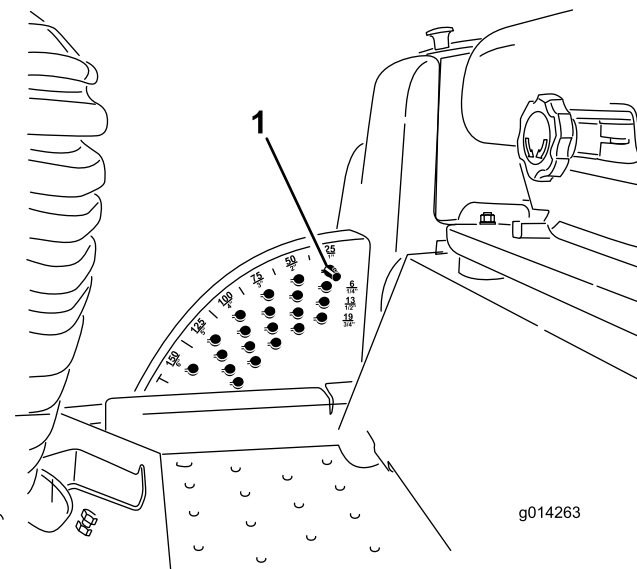

Figura 2
3. Anote a localização do pino de altura de corte no suporte de altura de corte para efeitos de nova montagem (Figura 2). Remova o pino de altura de corte do suporte da altura de corte.